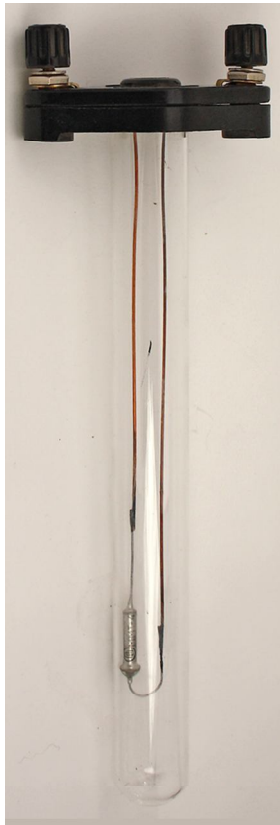
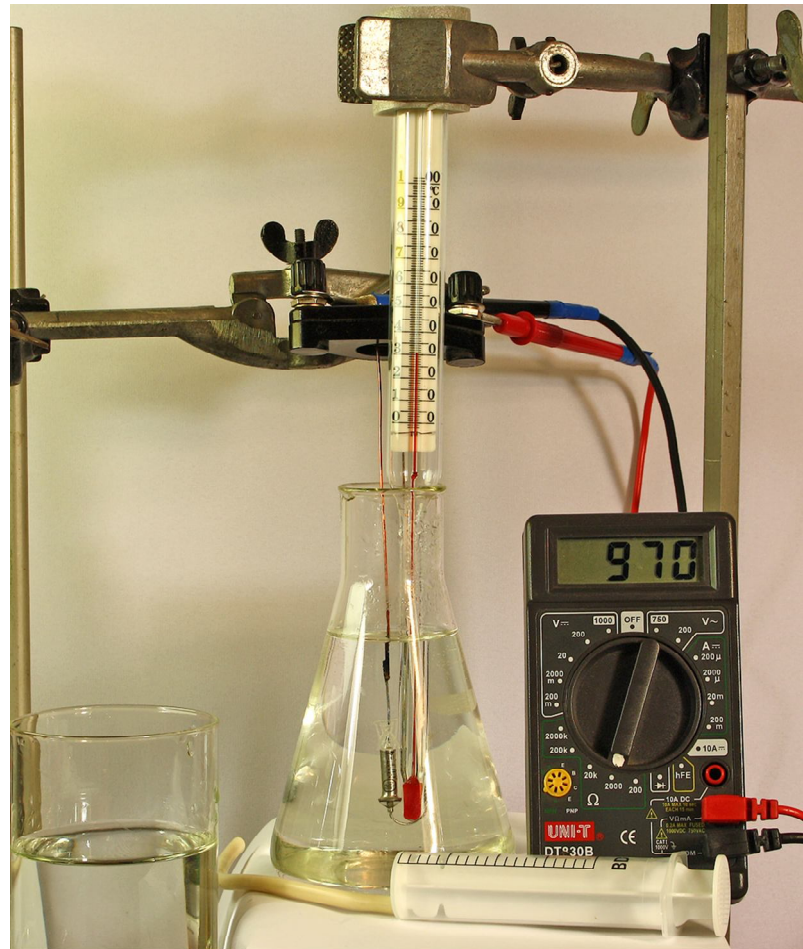

Рис. 1
Рис. 2
Досліджуваний термістор ММТ-4 вміщений в пробірку, що закріплена в колодці з затискачами, до яких виведені провідники від термістора (рис. 1). В колодці є отвір для термометра, яким вимірюють температуру термістора. Для виконання вимірювань колодку розбирають і видаляють пробірку. Колодку термістора закріплюють в штативі, а сам термістор опускають в колбу чи калориметр з холодною водою. З омметром від мультиметра термістор з'єднують провідниками. В другому штативі закріплюють термометр, теж занурений у воду (рис. 2). Заздалегідь нагрівають до температури 80 – 90 °С воду для заміни, на кінчик шприца об'ємом 20 мл надівають відрізок хлорвінілової трубки довжиною біля 15 см.
1. Зберіть установку за рис. 2. Вода в колбі повинна бути холодною або мати кімнатну температуру.